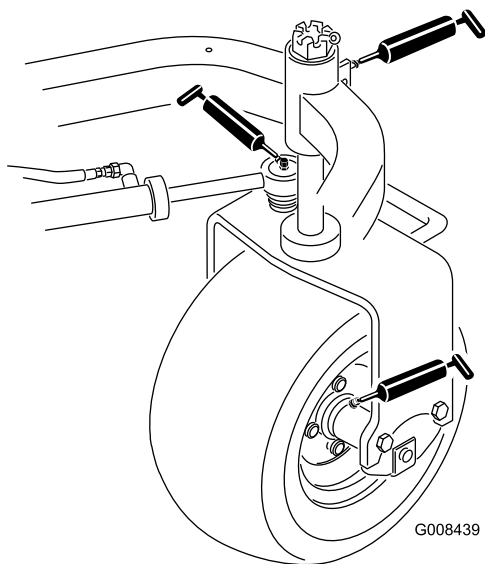

图27
- 后轮轮毂（1 个）（图27）
- 脚轮轴承（1 个）（图27）
- 转向油缸（2 个）（图27）